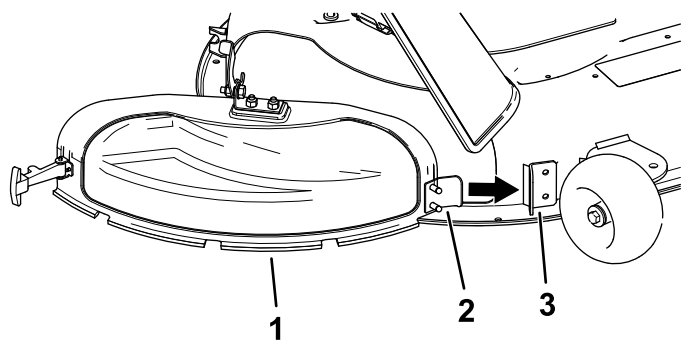

Рисунок 14
3. Наклоните металлический выступ на крышке выброса так, чтобы ввести его в паз в кронштейне, приваренном к деке газонокосилки (Рисунок 14).